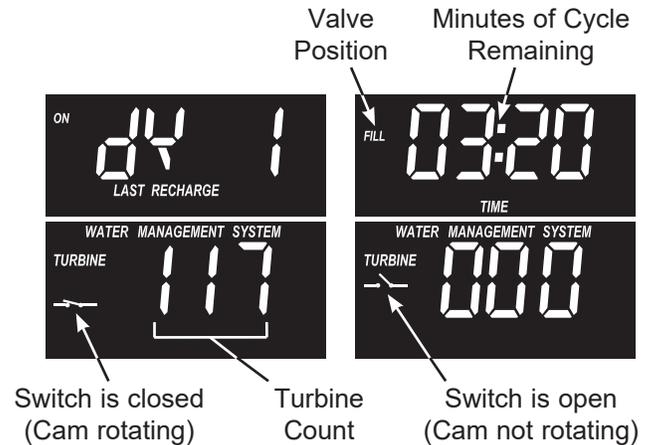

FIG. 38
1. Appuyez sur le bouton DATA et maintenez-le enfoncé pendant 3 secondes jusqu'à ce que l'un des deux écrans de la figure 38 s'affiche, puis relâchez. Le nombre dans la partie supérieure de l'écran, après «dY», est le nombre de jours depuis la dernière recharge.
3. Les symboles à l'écran indiquent le fonctionnement du commutateur POSITION (voir la figure 38).